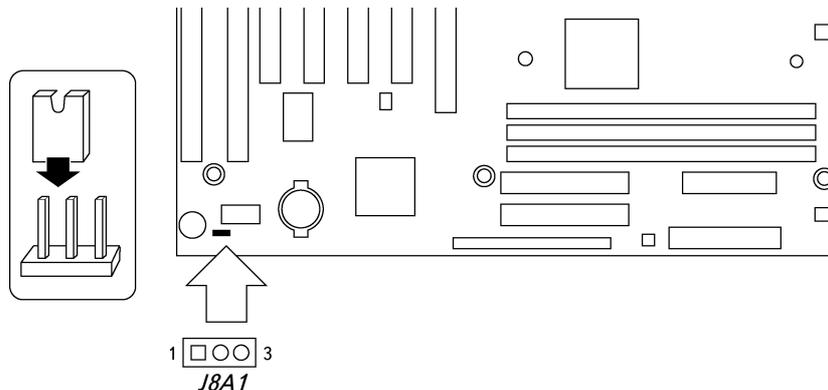

Рис. 5.5. Расположение переключки Flash Recovery на системной плате Intel SE440BX
1. Измените положение переключки Flash Recovery на системной плате на Recovery. Практически на всех системных платах Intel она существует. Переключка может находиться в двух положениях — Recovery/Normal. На рис. 5.5 показано расположение этой переключки на системной плате Intel SE440BX.